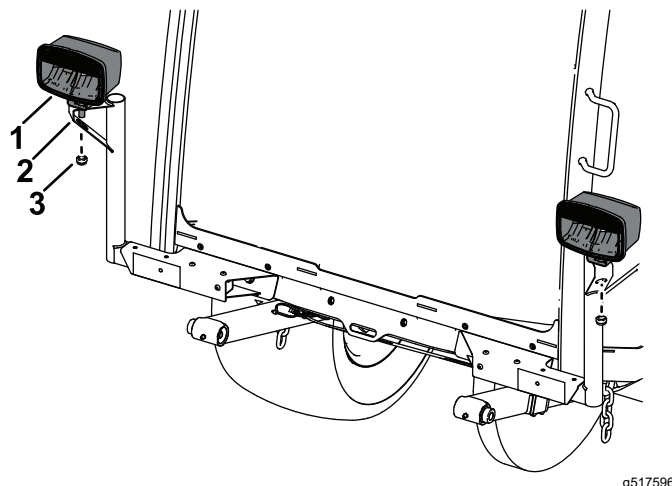

Figure 16
3. Fixez les feux gauche et droit sur les supports gauche et droit à l'aide de l'écrou hexagonal de chaque feu (Figure 16).